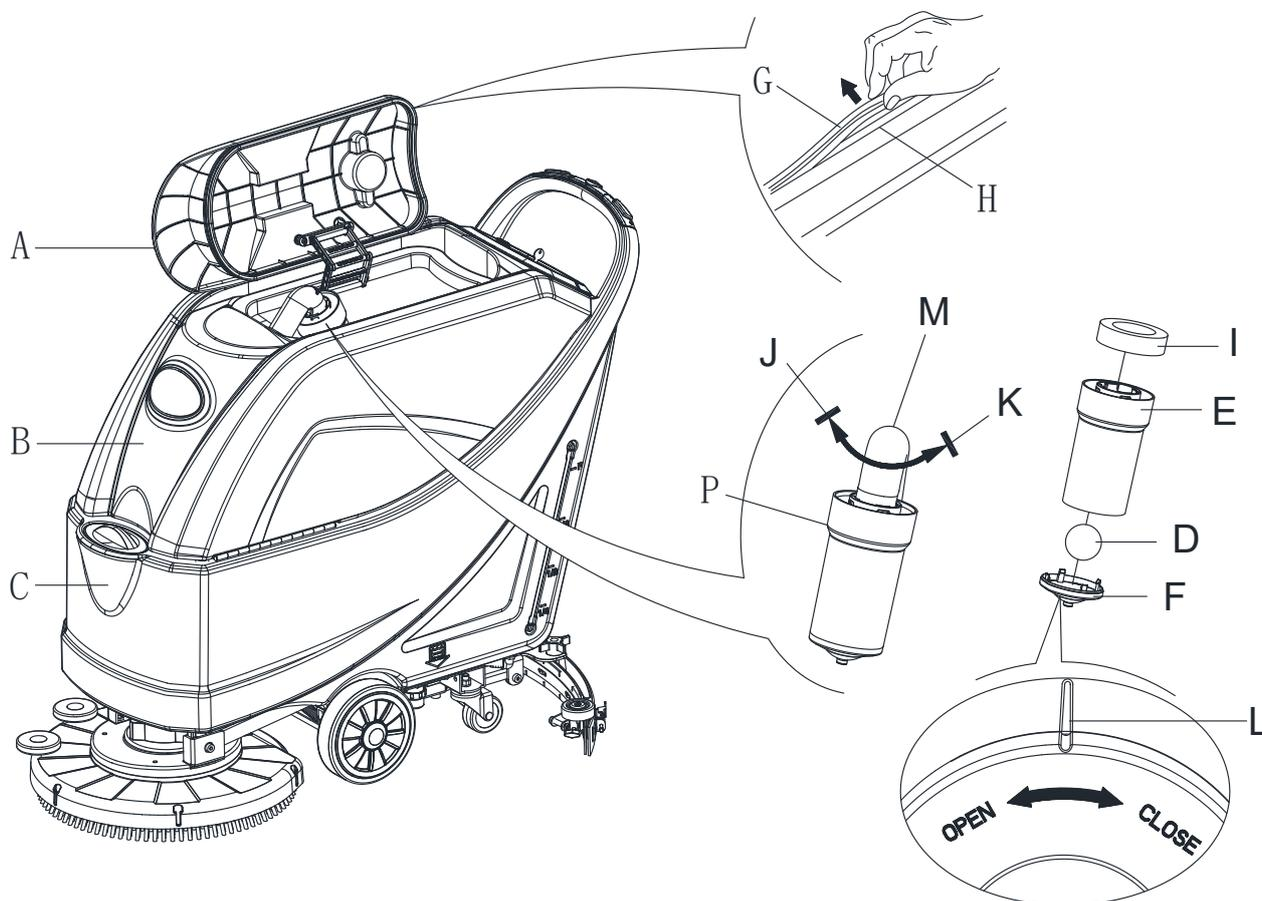

Abbildung 21
2. Stellen Sie sicher, dass die Maschine ausgeschaltet ist und der Zündschlüssel (54) abgezogen wurde.
3. Drehen Sie den Schmutzwassertankdeckel (A, Abb. 21) in die 90-Grad-Position, wo er vom Tank abgenommen werden kann und nehmen Sie dann den Schwimmerkugelfilter (P) aus dem Tank.
5. Öffnen Sie bei Bedarf die untere Abdeckung (F) des Schwimmerkugelfilters mithilfe der Symbole "AUF" und "ZU", wie in (Abb. 21) gezeigt, und reinigen Sie die Schwimmerkugel (D), den Filterstützrahmen (E) und den Filterschwamm (I). Fixieren Sie nach der Reinigung die Schwimmerkugel (D) im Filterstützrahmen (E) und richten Sie die Markierungsrille (L) der Bodenkappe (F) des Schwimmerkugelfilter an der Markierungsrille (L) des Schwimmerfilterstützrahmens (E) aus. Schrauben Sie die Bodenkappe des Schwimmerkugelfilter fest und befestigen Sie den Filterschwamm (I) auf dem Schwimmerfilterstützrahmen (E). Schließen Sie ihn abschließend am Abwasser-Augschlauch (M) an.
7. Überprüfen Sie die Kontaktfläche der Dichtleiste (G) auf Integrität und ausreichende Abdichtung. Nehmen Sie die Dichtleiste ggf. aus der Tankrinne (H) und tauschen Sie sie aus. Bringen Sie die neue Dichtleiste wie in (Abb. 21) gezeigt an. Das Gelenk muss sich wieder im mittleren Bereich befinden.
8. Schließen Sie den Schmutzwassertankdeckel (A).